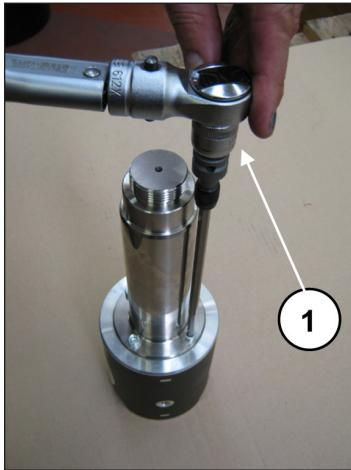

Fig. 40
Bloccare il guida pistone in morsa con l'ausilio di apposito attrezzo e procedere alla taratura delle viti con chiave dinamometrica (pos. ①, Fig. 40) come indicato nel capitolo 3.